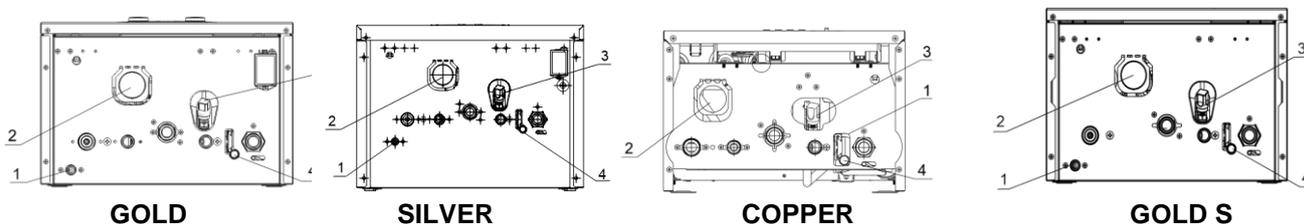

Рис. 17
- Постепенно открывайте кран подпитки 3 котла (см. рис. 17), убедившись, что автоматический воздушный клапан выпуска воздуха, установленный в котле, функционирует нормально; отсекающие краны перед котлом открыты.